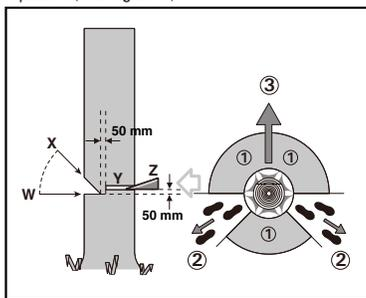

Figure 1
le cas échéant, avant de commencer à couper. Le chemin d'évacuation doit s'étendre à l'opposé et en diagonale par rapport à la ligne de chute de l'arbre prévue comme illustré à la Figure 1.
Faites une entaille au 1/3 du diamètre de l'arbre, perpendiculairement au sens de chute comme illustré à la Figure 1. Commencez par l'entaille horizontale inférieure (W) en premier. Cela évite que la chaîne ou le guide-chaîne ne se coince pendant l'exécution de la deuxième entaille (X).
Effectuez l'entaille arrière d'abatage (Y) au moins 2" (5 cm) plus haut que l'entaille horizontale comme illustré à la Figure 1. Maintenez l'entaille arrière d'abatage parallèle à l'entaille horizontale. Réalisez l'entaille arrière d'abatage afin de laisser assez de bois pour former une charnière. La charnière permet à l'arbre de ne pas pivoter et tomber dans la mauvaise direction. Ne coupez pas à travers la charnière.
Lorsque l'arbre commence à tomber, enlevez la tronçonneuse de la coupe, arrêtez le moteur, posez la tronçonneuse, puis utilisez le chemin d'évacuation prévu (2). Méfiez-vous des branches en hauteur qui pourraient tomber et gardez un bon équilibre. (Voir Figure 1.)